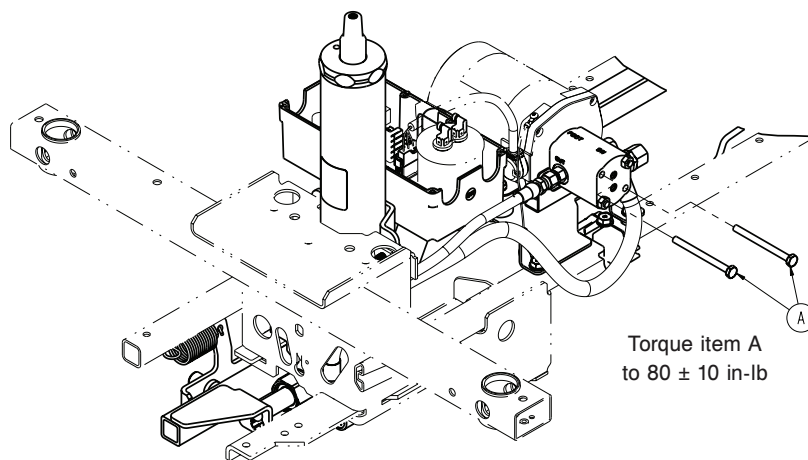

Figure 13 – Vis fixant la pompe côté pieds au moteur de la pompe
6. À l'aide d'une douille de 7/16 po avec une extension de 3/8 po de 6 po et une clé à cliquet de 3/8 po, retirer les deux vis à tête hexagonale à embase (A) qui fixent la pompe côté pieds au moteur de la pompe (Figure 13). Abaisser la pompe au sol.